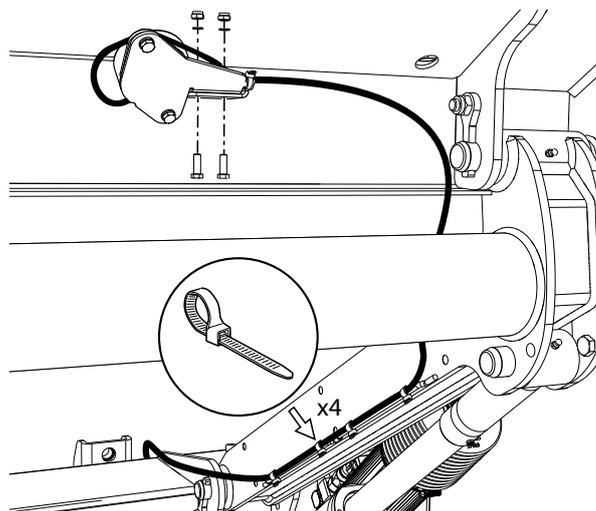

Figura 54. Montaje de sensor de ángulo
1. Montar el sensor de ángulo en la plataforma, utilizar los tornillos, las tuercas y las arandelas proporcionados y sujetar el cable con bridas para cables, véase Figura 54.